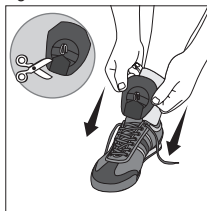

Figure 3
B (figures 3, 4 et 5)
- Positionner le support antidérapant (avec crochet central dans le sens de la traction) entre la languette de la chaussure et le lacet puis serrer le lacet. Si nécessaire, la redécouper. (fig. 3)